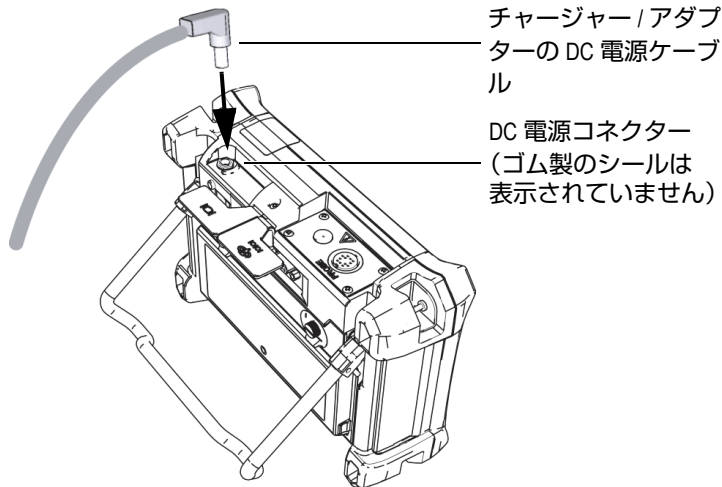

図 1-9 DC 電源プラグの接続
3. チャージャー / アダプターの DC 出力電源ケーブルを、NORTEC 600 の上部にある DC 電源コネクターに接続します (34 ページの図 1-9 を参照)。